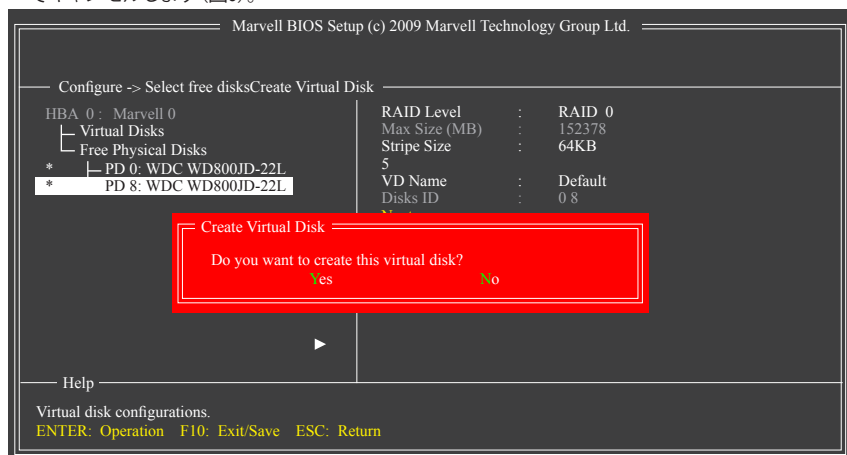

図 5
6. **Next:** 上の設定を完了した後、Next に移動して<Enter>を押してアレイの作成を開始します。ボリュームの作成を確認するように求めるメッセージが表示されたら、<Y>を押して確認するか<N>を押してキャンセルします (図5)。